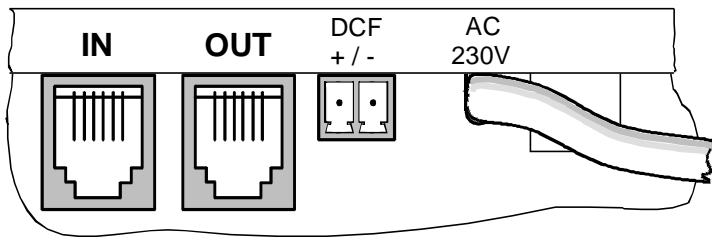

Fig. 6
- Der Funkempfänger (DCF / MSF 450 (4500) muss an der mit DCF bezeichneten Anschlussklemme angeschlossen werden (siehe Fig. 6).